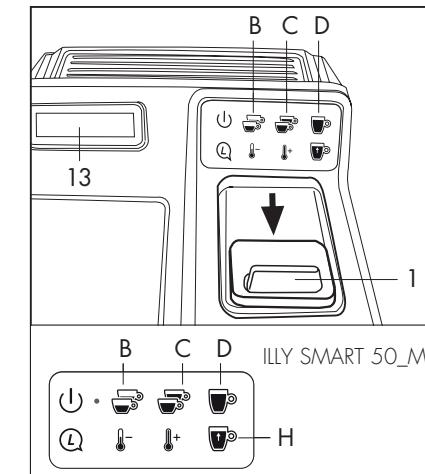

Fig. 14
- Fermer le volet (1).
- Appuyer sur une des touches : (B), (C), (D) ou (H), pour le seul modèle code I0003287) pour activer la préparation choisie et la maintenir enfoncée jusqu'à ce que la dose voulue soit atteinte. (**Fig.14**)
- L'écran (13) affiche le message « en distribution apprentissage ».